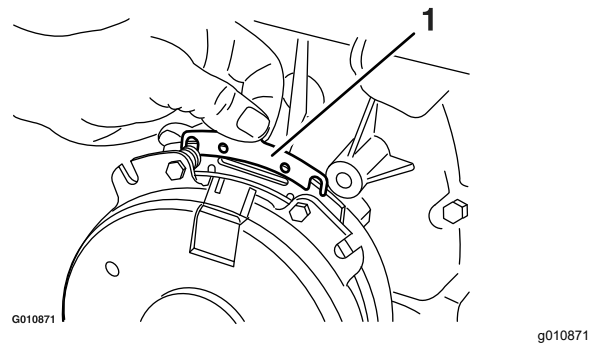

**Figura 71**
- A. Afloje ambos pernos de montaje del freno entre media y una vuelta, según se muestra en Figura 71.